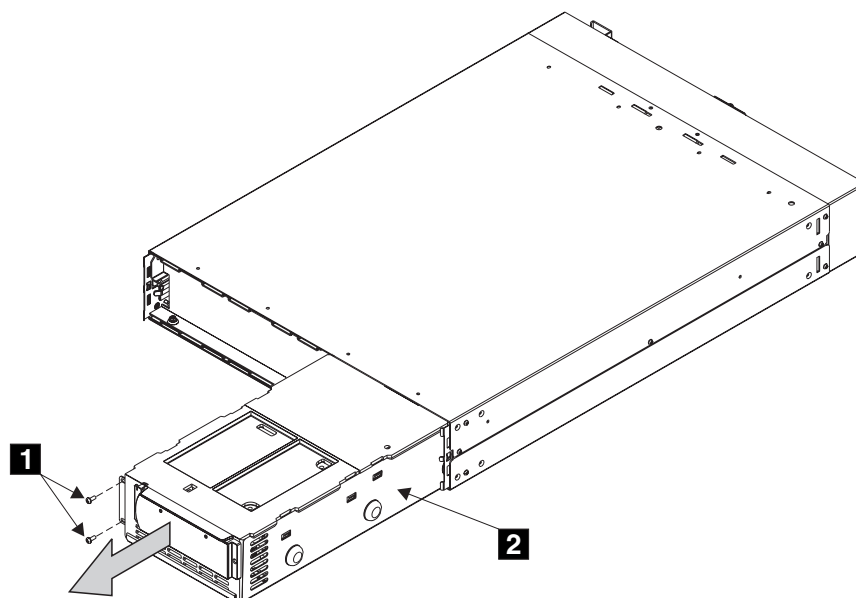

図 64. 無停電電源装置 5125 からの 電子装置の取り外し
4. ねじ 2 個 **1** (図 64) を取り外します。